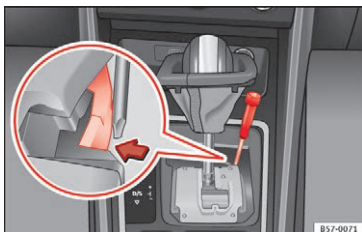

Fig. 58 Gearvælger: nødoplåsning fra parkeringsposition
- Tryk i siden på den gule udløserknap ved hjælp af skruetrækkeren, og hold den inde » **Fig. 58.**